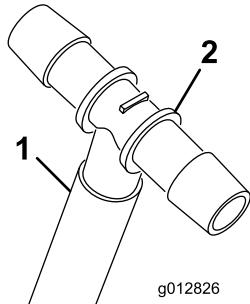

Рисунок 16
- A. Установите хомут на короткий шланг, а затем вставьте тройник в конец короткого шланга (Рисунок 16).